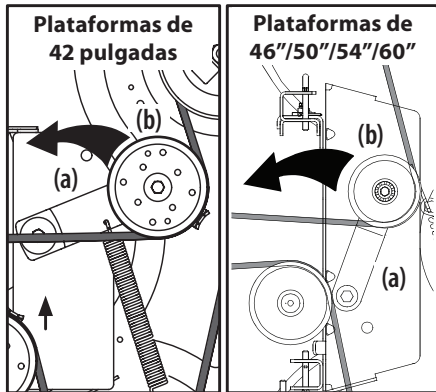

Figura 32
- a. Usando la manija de elevación de la plataforma o el pedal y la perilla de elevación de la plataforma, levante la plataforma a la posición que le ofrece mayor recorrido horizontal de la correa entre las poleas locas de la plataforma y la polea de la PTO en la base del motor. Consulte la Figura 32.
- b. Desde la parte media del tractor, haga girar el soporte de la polea loca (a) y la polea loca móvil (b) hacia atrás, justo lo suficiente para levantar la correa, por encima de la polea del husillo. Consulte la Figura 32.